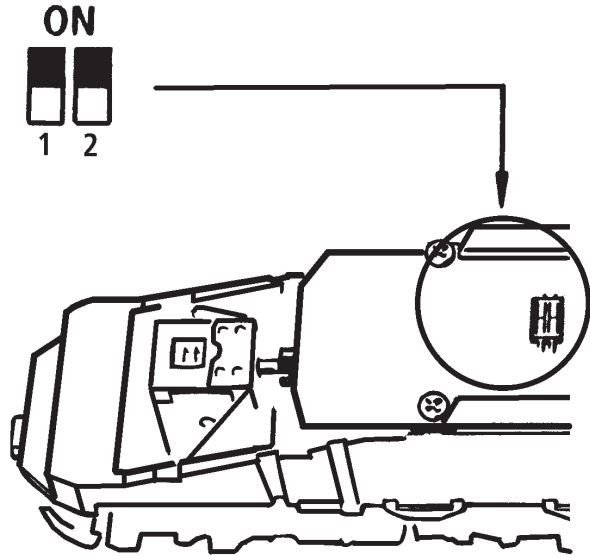

Fig. 7
**3. Haftreifenwechsel:** Zuerst den Getriebedeckel abnehmen (Fig. 7). Danach den **Radsatz** herausnehmen und die **Haftreifen** mit einer Nadel od. mit einem feinen Schraubendreher abziehen (Fig. 9). Beim Aufziehen der neuen Haftreifen darauf achten, dass diese sich nicht verdrehen.
**3. Change of traction tyre:** Remove the gear cover (fig. 7). Take out **wheel set** and remove **traction tyre** using a pin or a fine screwdriver (fig. 9). When pressing on the new traction tyre please **avoid twisting it**.
**3. Échange des bandages d'adhérence:** Démontez d'abord le  **couvercle du carter des engrenages** des en-grenages (fig. 7). Délogez ensuite les essieux bandagés et enlevez, à l'aide d'une aiguille ou d'un tourne-vis fin, les bandages d'adhérence (fig. 9). Lors du montage des nouveaux bandages veuillez veiller à ce que les bandages **ne soient pas tor-dues**.
voir } Fig.7